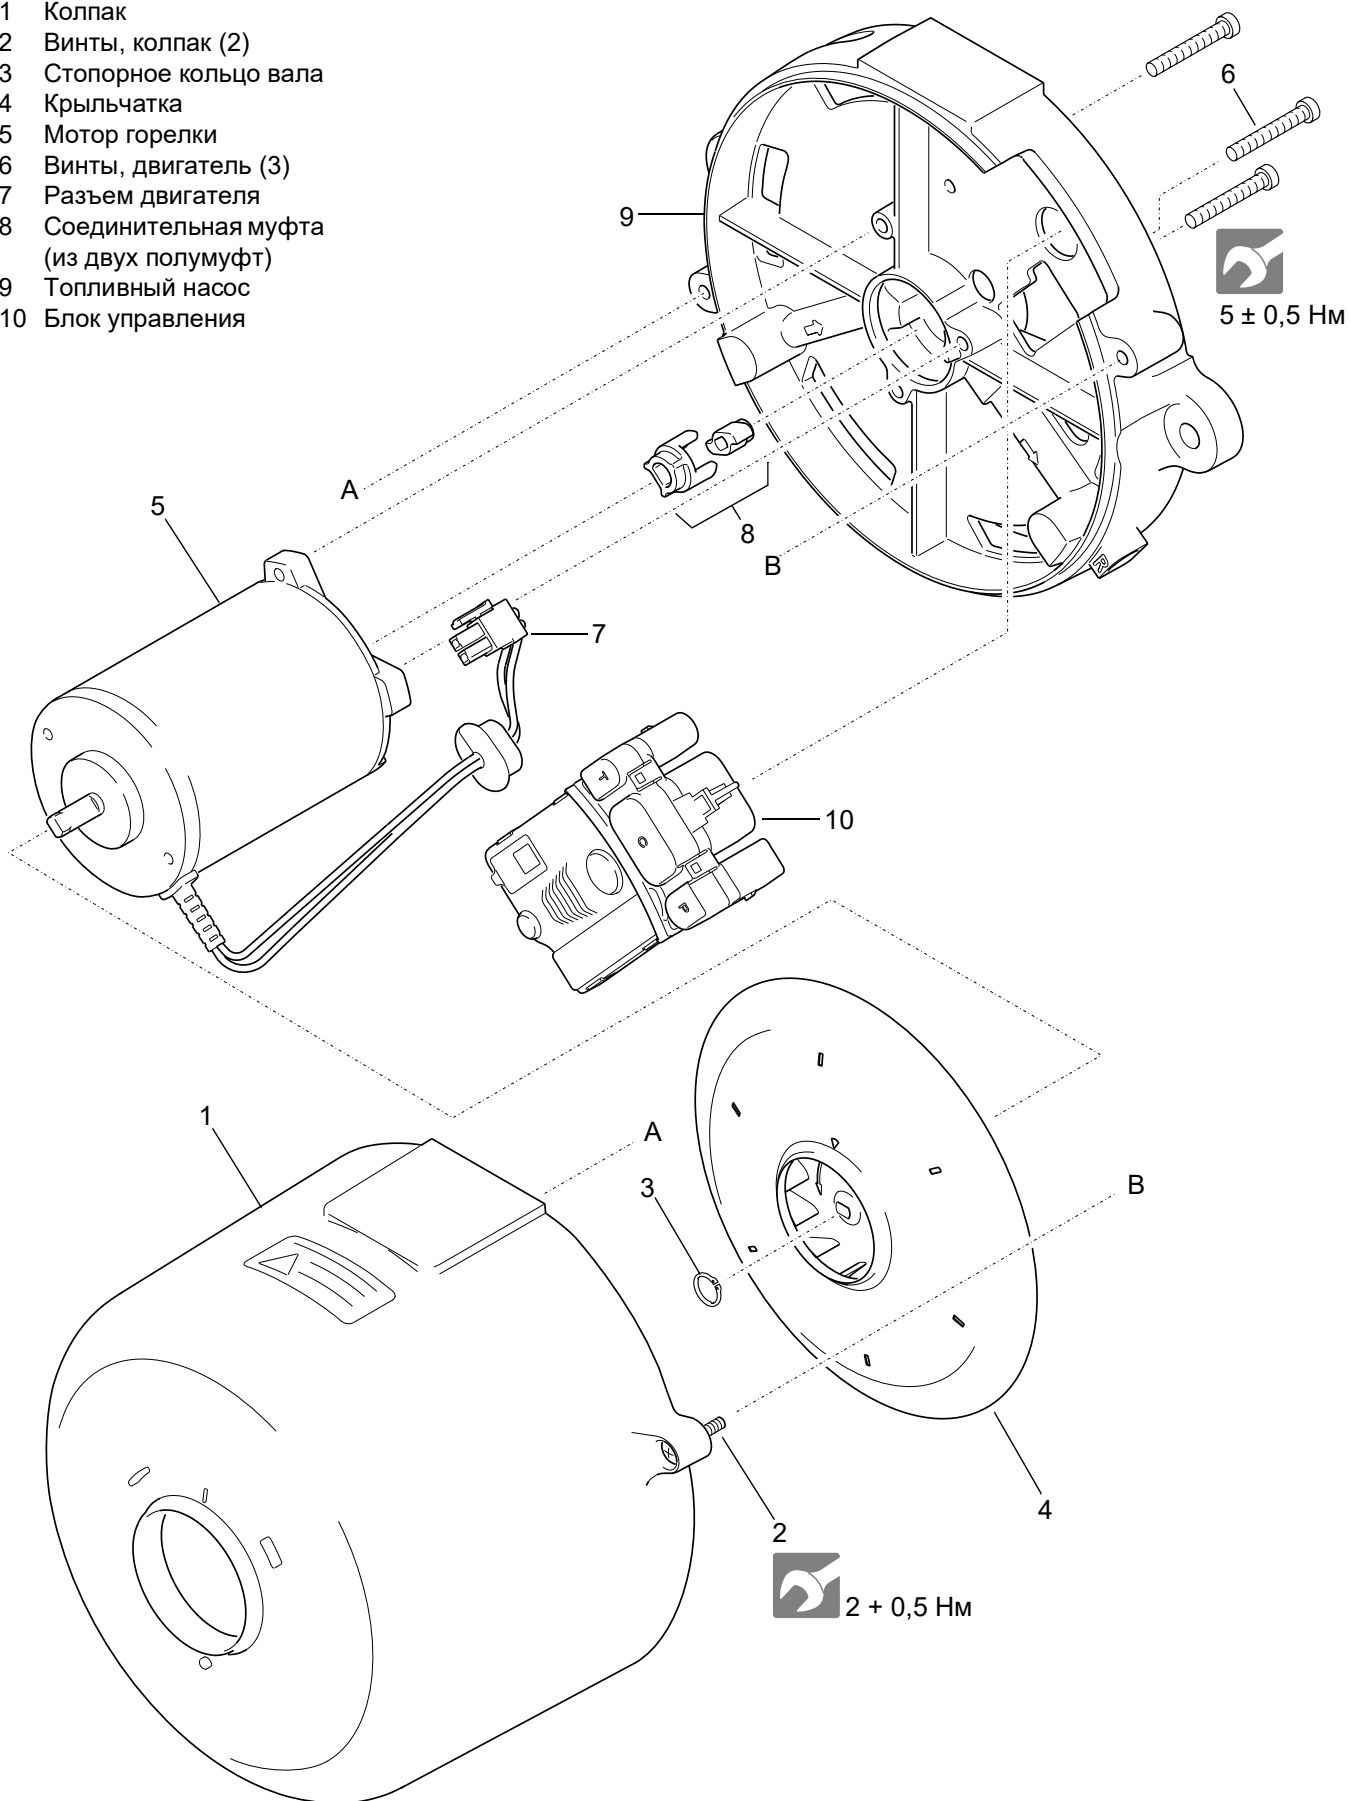

Рис. 804 Демонтаж и установка компонентов (1)
1. Ослабить винты (2, Рис. 804).
2. Снять колпак (1).
1. Установить колпак (1, Рис. 804) и собрать его. При этом следить за центрированием и правильностью посадки.
2. Вставить и затянуть болты (2).
3. Отсоединить разъем двигателя горелки (7, Рис. 804) от блока управления.
5. Снять крыльчатку (4). Для этого удалить стопорное кольцо вала (3) соответствующими клещами.
1. Установить полумуфту (8, Рис. 804) на вал электродвигателя.
2. Правильно расположить двигатель (5) на топливном насосе (9).
4. Закрепить двигатель (5, Рис. 804) тремя болтами с цилиндрическими головками (6). Затянуть болты.
5. Установить крыльчатку (4). Закрепить стопорное кольцо вала соответствующими клещами.
3. Отключить все расположенные внутри штекерные соединения (двигатель, систему подогрева форсунки, электронный блок зажигания, электромагнитный клапан) от блока управления (10, Рис. 804).
4. Ослабить винты с цилиндрической головкой (6) мотора горелки (5) таким образом, чтобы можно было вынуть блок управления (10).
5. Вынуть блок управления (10).
1. Позиционировать блок управления (10, Рис. 804) на топливном насосе (9).
2. Вставить и затянуть винты с цилиндрической головкой (6) мотора горелки (5).
2. Предварительно установить диск (5), пылезащитную трубку (11) и пружину (10).
3. Установить диск (5) на держатель форсунки над распылительной форсункой (1) и электронным блоком зажигания (7). Нижний конец пылезащитной трубки (11) при этом придвигается к линзе датчика пламени в блоке управления (10, Рис. 804). Придерживать диск в нужной позиции.
2. Отключить все расположенные внутри штекерные соединения (система подогрева форсунки, электронный блок зажигания, электромагнитный клапан) от блока управления (10, Рис. 804).
3. Вынуть блок управления (10).
5. Снять полумуфту (8, Рис. 804) с вала топливного насоса (9).